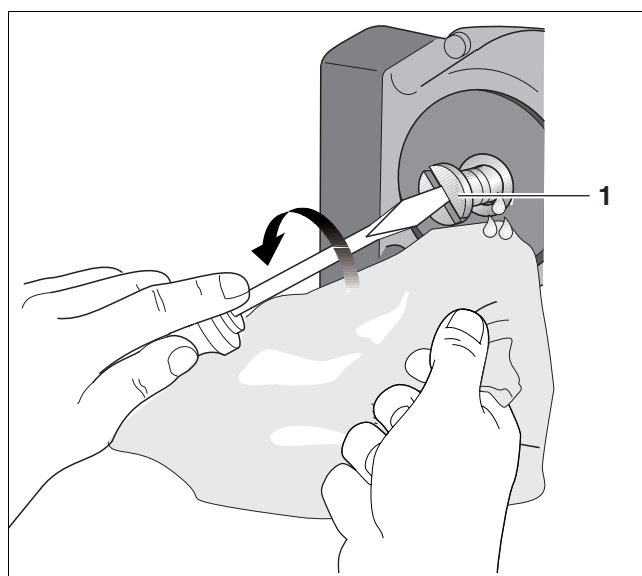

Fig. 42 Pomp ontlichten
- Ontlucht de boilerpomp door de ontlichtingsschroef aan de voorzijde van de pomp iets los te draaien (→ fig. 42).
- Draai de ontluchtingsschroef vast (→ fig. 42, pag. 52).